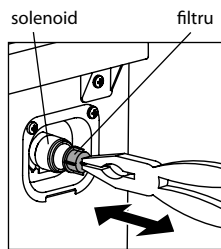

Figura 20
7.2.1 Filtrul din furtunul de alimentare, în conformitate cu Figurile 6 și 7, și filtru în filet conector a solenoidului, așa cum se arată în Figura 20, sunt montate pentru a preveni înfundarea masinii cu particulele solide (nisip, talaș de metal, etc.) din apă. Se recomandă să curățați filtrele, cel puțin o dată pe an.
- Scoateți filtrul de la capetele filetate ale solenoidului, cu o pereche de cleste sau pensete, așa cum se arată în Figura 20;